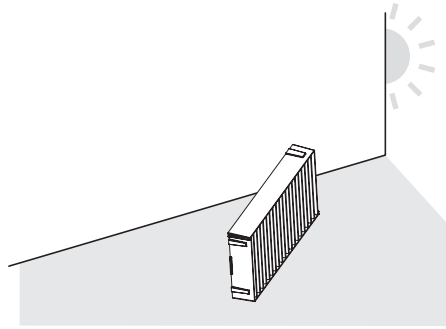

Fig. 2
- Estrarre il telaio dell'unità filtro aria dalle linguette del corpo del proiettore premendo leggermente intorno al centro del telaio all'interno della parte frontale (con l'obiettivo) come indicato dalla freccia, ed estrarre il telaio dal lato opposto dalle linguette per rimuovere l'unità filtro aria. (Fig. 2)
2) Asciugare l'unità filtro aria. (Fig. 2)